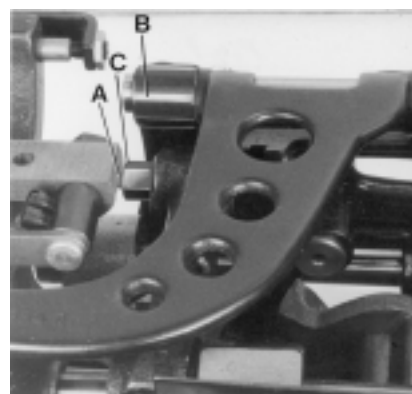

Fig. 8
Remove the rear cloth plate. The length of the stitch can be adjusted by raising or lowering the stud (A, Fig. 8) in the segment slot of the feed rocker (B). Lowering stud (A) will lengthen the stitch, raising the stud will shorten the stitch. After loosening nut (C), stud (A) can be moved accordingly. When the desired stitch length is obtained, retighten nut (C) and remount cloth plate.
Entfernen Sie die hintere Stoffplatte. Die Stichl nge kann durch h her- oder tieferstellen des Bolzens (A, Fig. 8) in der Nut des Transportrahmens (B) ver ndert werden. Tieferstellen des Bolzens (A) verl ngert den Stich, h herstellen verk rzt ihn. Nach L sen der Mutter (C) l sst sich der Bolzen (A) entsprechend verschieben. Wenn die gew nschte Stichl nge eingestellt ist, ziehen Sie die Mutter (C) wieder an und montieren Sie die Stoffplatte wieder.